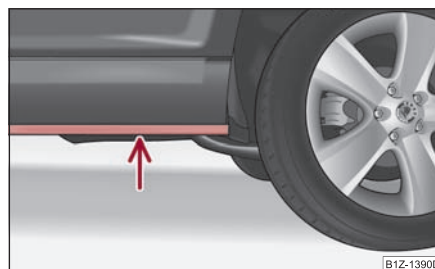

Fig. 7 Attraversamento di acqua
- Prima di attraversare tratti d'acqua verificare la profondità dell'acqua. L'acqua non deve superare la cresta del longherone inferiore del veicolo ⇒ fig. 7.